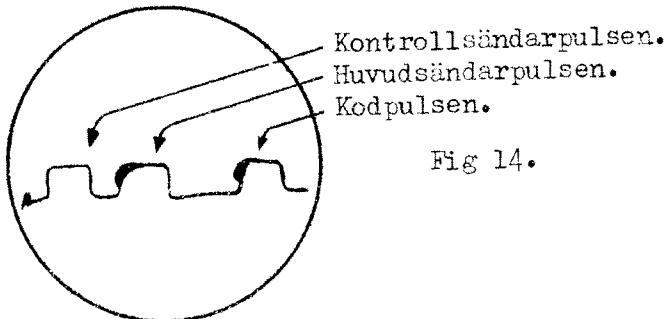

Fig 14.
38. Öka därför kontrollsändarens uteffekt så att kontrollsändarpulsen just begränsas. Se fig 14.